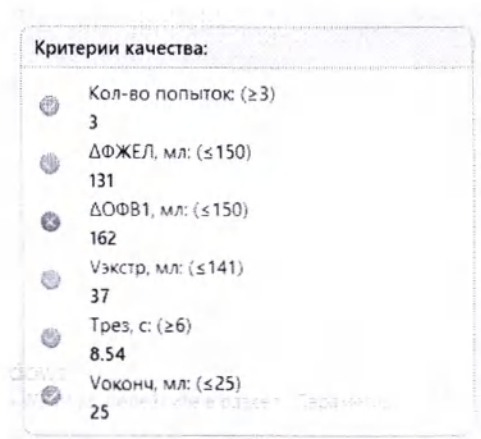

Рис. 12. Окно критериев качества
11. Критерии качества выполнения теста ФЖЕЛ отображаются в виде таблицы в нижнем правом углу окна (рис. 12).